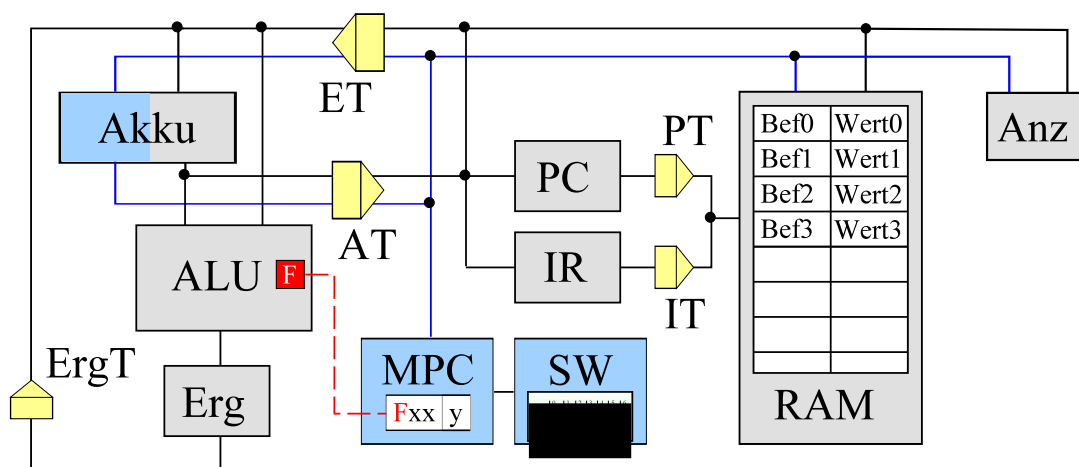

Abb. 5.9
Der Ausgang des MPC ist derart mit dem Mikroschritt-ROM verbunden, dass der Inhalt des MPC die aktuelle Zelle des ROM bestimmt (vgl. Abb. 5.9). Bei jedem Clock-Signal wird von einem zum anderen Mikroschritt gewechselt. MPC und Taktgeber stehen also für den Motor, der unser mechanisches Steuerwerk der Waschmaschine angetrieben hat.
Die Tabelle ist fast leer; es passiert also nicht viel. Aber was hier geschieht, ist entscheidend für den automatischen Ablauf eines Programms: Im ersten Schritt (0) wird das Programmzählertor (PT) geöffnet und im RAM die Zelle 001 angesteuert; erinnern wir uns daran, dass in einem der letzten Mikroschritte des vorangehenden Befehls der Programmzähler um 1 erhöht worden ist und damit jetzt auf die nächste Zelle zeigt. Durch das RAM-Read-Signal liegt der Befehlscode dieses nächsten Befehls aus der Zelle 002 nun auf dem Datenbus. Wenn nun im Mikroschritt 1 das MPC-LOAD-Signal gegeben wird, wird dieser Befehlscode über die blaue Leitung des Datenbusses in den MPC übernommen (Abb. 5.9). Genauer gesagt, werden beim MPC die beiden Ziffern xx durch den Befehlscode ersetzt und der Wert y auf 0 gestellt; in unserem Fall erhält der MPC also den Wert 040. Dies geschieht **direkt zu Beginn** dieses zweiten Schrittes; **unmittelbar danach** weist der MPC schon im SW-ROM auf den Mikroschritt 0 des AKO-Befehls. Seine weiteren Mikroschritte werden dann ähnlich wie beim LDA-Befehl abgearbeitet, bis am Ende wieder der PC inkrementiert und der MPC gelöscht wird.